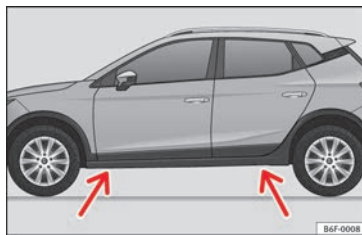

Fig. 82 Punti di appoggio per il cric.
- Individuare nel longherone il punto di appoggio del cric (zona avvallata) più vicino alla ruota da sostituire ► ► ► fig. 82.